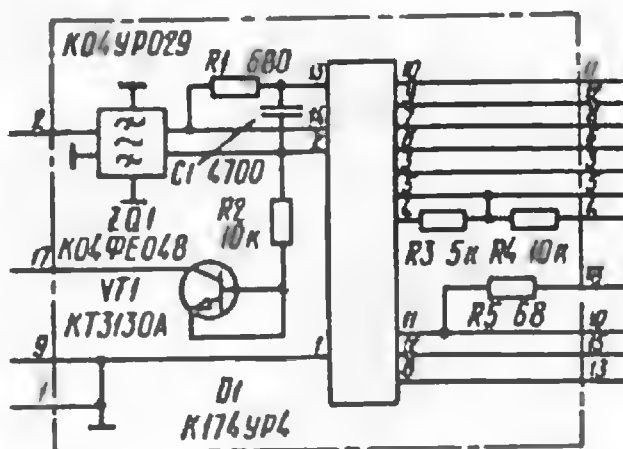

Рис. 5
Через переходную цепочку C1R18 в СМРК видеосигнал приходит на фильтр 18 на ПАВах, расположенный в микросборке D2 (ее принципиальная схема представлена на рис. 5). Выделенный фильтром сигнал разностной частоты звука через усилитель-ограничитель 9 (см. рис. 2) поступает на фазовый детектор 28. Его контур L8C20C23R21 настроен на частоту 6,5 МГц. С фазового детектора сигнал звукового сопровождения приходит на регулируемый (3) и нерегулируемый (2) предварительные усилители. Сигнал с выхода первого из них проходит на усилитель 34 телевизора, а с выхода второго — через разъем X9 на гнезда для подключения магнитофона и на разъем X3 для записи на видеоманитон.